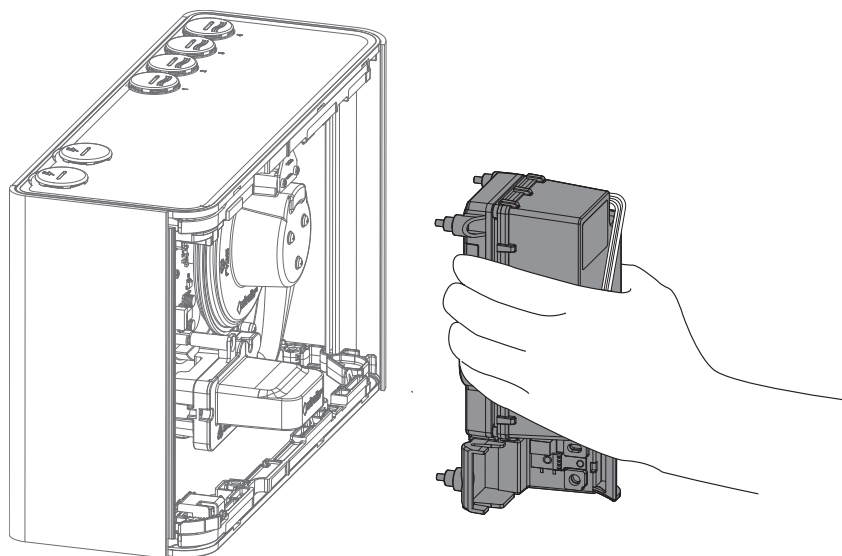

Рис. 7-18: Установите камеру
3. Установите новую камеру, как показано на Рис. 7-18. Будьте внимательны и держите трубки (А) и (В) в указанном положении, чтобы они не были зажаты между камерой и другими частями извещателя.